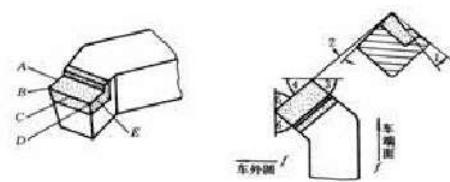

图 1-2
4、弯头车刀刀头的几何形状如图 1-2 所示。按表列要求选择相应的字母或数字填入空格中。（7 分）